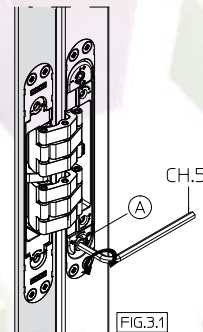

FIG.3.1
① **REGOLAZIONE VERTICALE**
Allentare la vite "A" su tutte le cerniere (fig.3.1). Procedere alla regolazione della cerniera superiore (1). Regolare la cerniera ruotando il grano "B" (fig.3.2), quindi serrare la vite "A" (fig.3.1). Ripetere la regolazione sulla cerniera inferiore (2).
② **REGULACIÓN VERTICAL**
Aflojar los tornillos "A" en todas las bisagras (fig. 3.1). Proceder con la regulación de la bisagra superior (1). Regular la bisagra girando el tornillo "B" (fig. 3.2), luego apretar los tornillos "A" (fig. 3.1). Repetir la regulación en la bisagra inferior (2).
③ **VERTIKALE JUSTIERUNG**
Schraube "A" auf allen Scharnieren lockern (Abb.3.1). Mit der Justierung des oberen Türbands beginnen (1). Das Türband justieren indem der Schraube „B“ (Abb.3.2) gedreht wird, anschließend Schraube „A“ festziehen. Die Justierung auf dem unteren Türband (2).
④ **VERTICAL ADJUSTMENT**
Loosen screw „A“ on all hinges (fig.3.1). Proceed with the adjustment of the upper hinge (1). Adjust the hinge by rotating screw „B“ (fig.3.2), then tighten the screw „A“. Repeat the adjustment on the lower hinge (2).
⑤ **RÉGLAGE VERTICAL**
Ralentir vis "A" sur toutes les charnières (fig.3.1). Procéder avec le réglage de la charnière supérieure (1). Régler la charnière en tournant la vis "B" (fig.3.2), puis serrer la vis « A ». Répéter le réglage sur la charnière inférieure (2).
⑥ **VERTIKALE REGLING**
Los de schroeven A op iedere scharnier (fig 3.1). Begin met het bovenste scharnier (1) na te regelen dmv de schroeven B (fig 3.2), span de schroeven A terug aan. Herhaal deze stappen op het onderste scharnier (2).